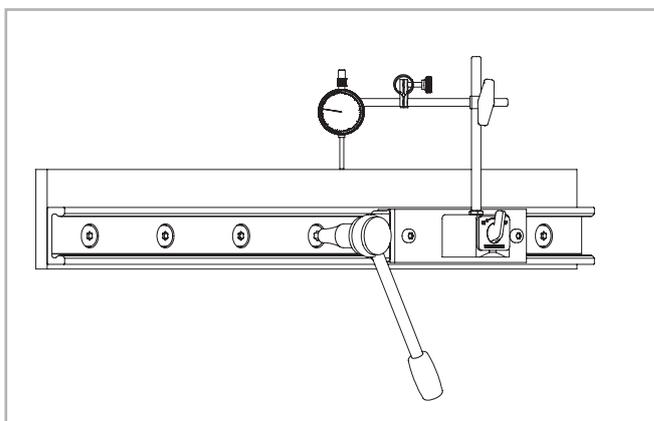

Fig. 68
(2) Instalar un reloj comparador para medir el desplazamiento de la guía respecto a la línea de referencia. Posicionar el cursor en el centro de la guía y poner a cero el reloj comparador. Mover el cursor hacia adelante y hacia atrás entre cada uno de los dos agujeros y alinear cuidadosamente la guía. Ahora apretar los tres tornillos en el centro de esta área con el par de aprieto específico, véase Fig. 68.
(3) Ahora posicionar el cursor en uno de los extremos de la guía y alinear cuidadosamente la guía en el cero del reloj comparador.